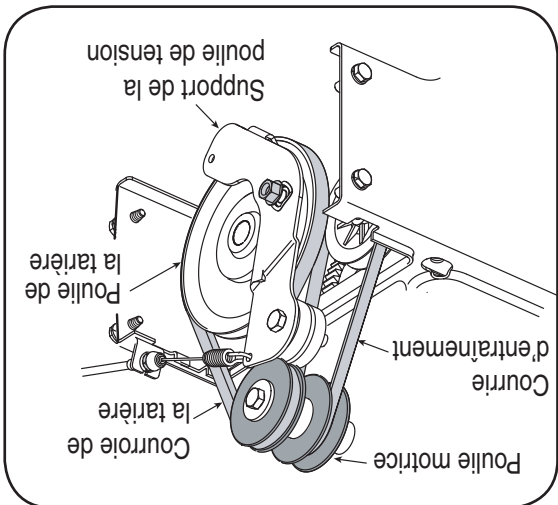

Figure 12
2. Dégagez la courroie avant des tarières de la poulie motrice. Voir la Figure 12.
5. Installez la nouvelle courroie de transmission dans la gorge de la poulie motrice. Voir la Figure 12.